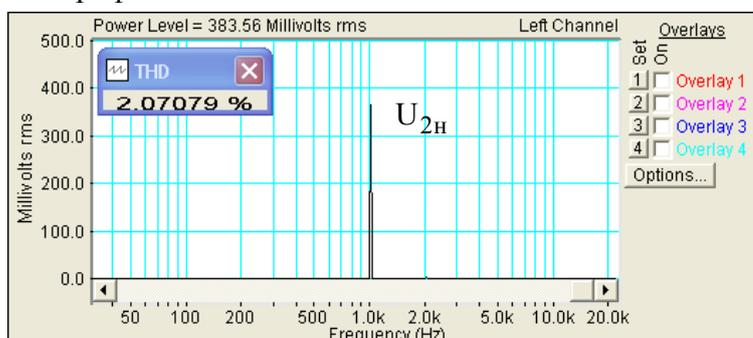

Рис. 4.4. К определению номинальных напряжений с помощью измерителя THD
В программе SpectraLab более эффективно определять номинальное входное и выходное напряжение с помощью измерителя гармонических нелинейных искажений (THD), так как при этом напряжении THD максимален и достигает значения 2% (рис. 4.4.)
- Найдите точку с максимальным значением **THD** и нажмите кнопку **Stop**. Запишите показания вольтметра – это будет номинальное выходное напряжение $U_{2н}$ (рис.4.4)